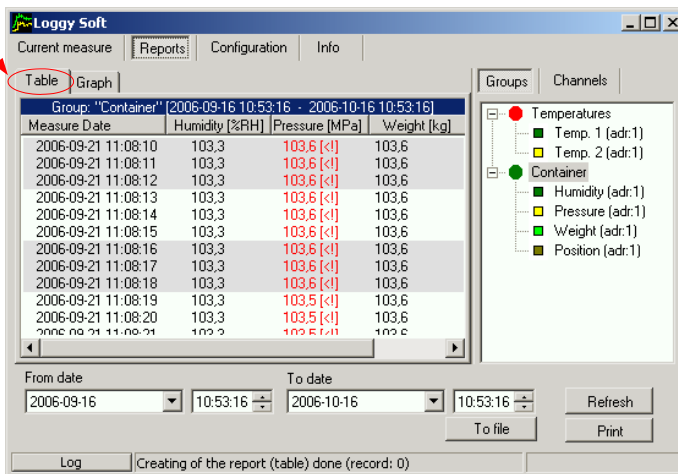

Рис. 3.3. Меню отчетов.
Закладка **Таблица** (рис. 3.3) предназначена для распечатки зарегистрированных данных измерений (например: температура, влажность) в виде таблицы для одной из групп или отдельного измерительного канала, выбранного пользователем (более подробная информация по группам дана в главе 3.3.2 на странице 73). Эта закладка также предусматривает экспортирование данных в файл текстового формата. Форматирование экспортируемого файла осуществляется способом, не препятствующим передаче данных на расчетный файл.
- кликните по соответствующему варианту: **Группы** или **Каналы** (рис. 3.3),